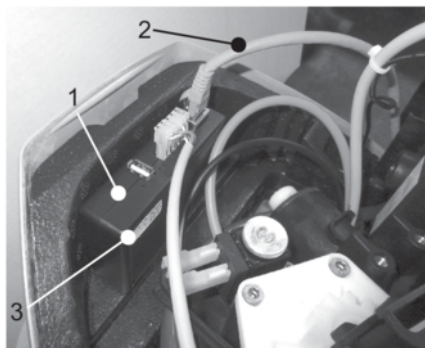

Abb. 15: Connectivity-Modul
3. LAN-Kabel in die LAN-Buchse des Connectivity-Moduls einstecken (siehe Abbildung 15).
Der QR-Code befindet sich auch auf dem Aufkleber des Connectivity-Moduls (siehe Abbildung 15).